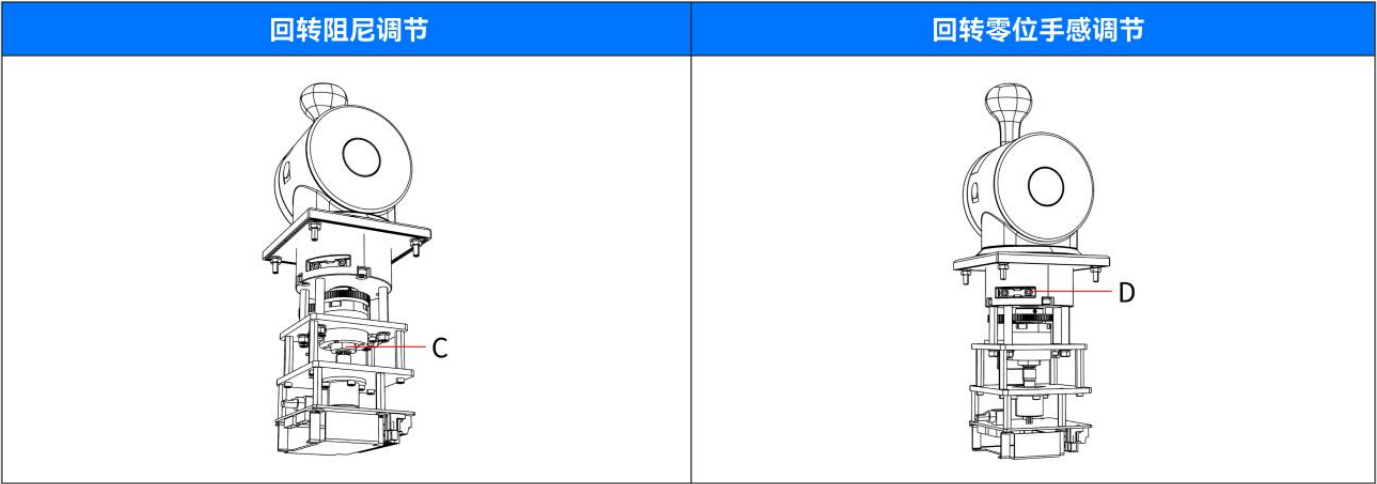

图4.2
3. 如图4.2，在C处使用外六角扳手来旋转外六角螺丝来调节回转阻尼的大小。